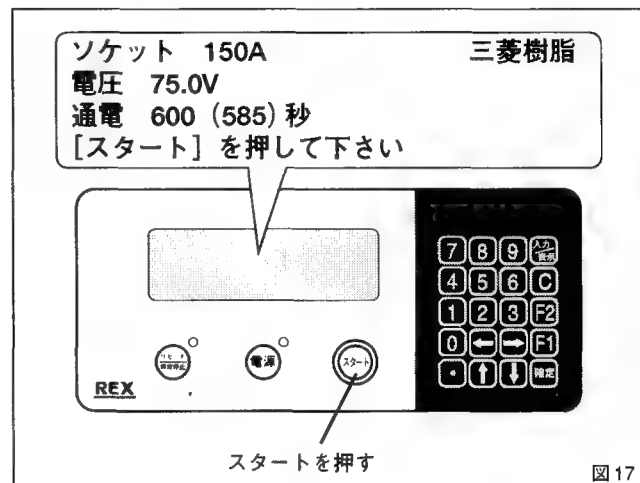

図 17
- ※ 但し、この状態でバーコード情報を入力した場合は、バーコード情報が優先され、表示は図17の状態になります。